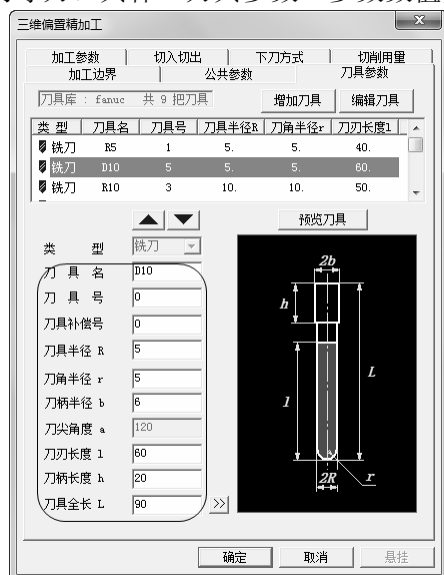

图 3-74 “刀具参数”选项卡
7) 单击“刀具参数”选项卡，选择刀具名称为“D10, r5”，D 代表刀具直径，r 代表刀角半径的球刀。具体“刀具参数”参数数值如图 3-74 所示。